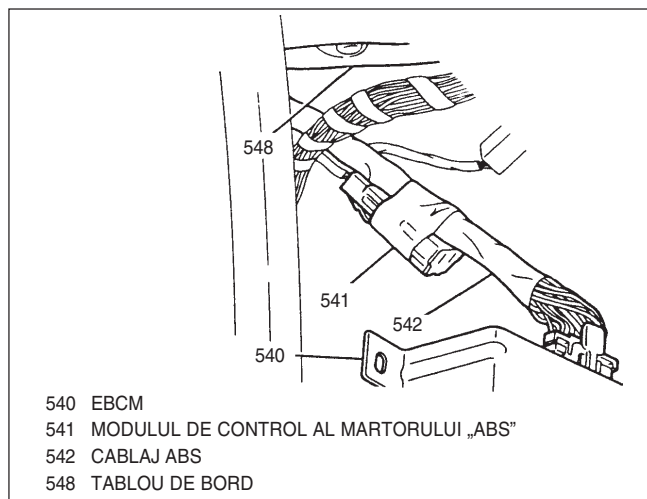

Fig. 41 Modulul de control al matorului „ABS”
- Se deschide modulul de la cablajul ABS (Fig. 41).